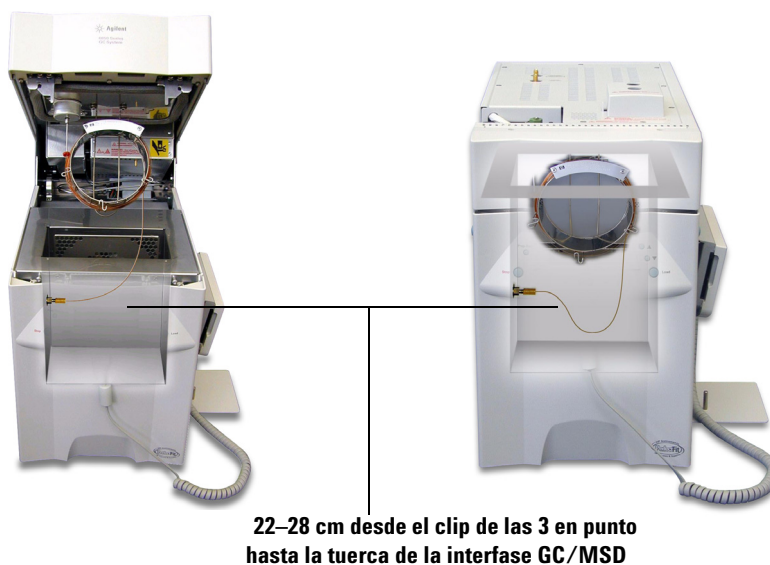

Figura 10 Puerta del horno abierta y cerrada.
- 4 Ajuste la longitud de la columna desde el clip de las 3 en punto hasta la parte posterior de la tuerca de columna de la interfase de modo que tenga entre 22 y 28 cm. Consulte la Figura 10.